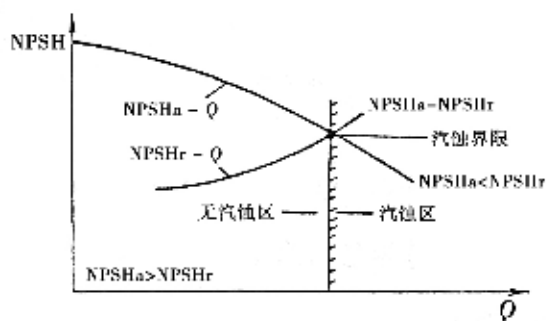

图 3 汽蚀曲线
制造商提供的泵性能曲线一般应有 NPSHr-Q 曲线 (汽蚀曲线) 如图 3 所示。
从图 3 的曲线可见: NPSHa 和 NPSHr 均随流量 (Q) 的变化而变化。一般 NPSHr 随流量的增加而增大, 而 NPSHa 则随流量的增加而减小。
⑥ 操作状态。操作状态分连续操作和间歇操作两种。